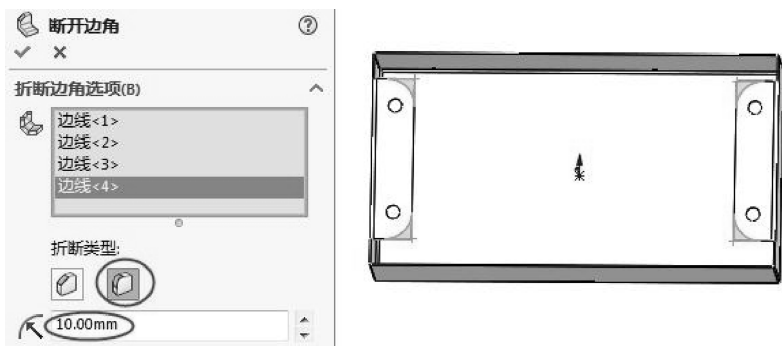

图 6-76 创建断开圆角
- 09 在【钣金】选项卡中单击【断开边角/边角剪裁】按钮, 弹出【断开边角】属性面板。选择顶面的两个边线法兰的4个棱角, 生成断开圆角, 如图 6-76 所示。